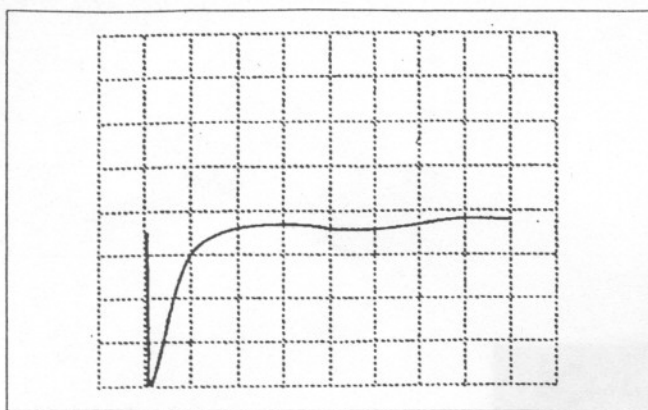

Fig. 9.1
- Réalisation de l'expérience avec l'oscilloscope (fig. 7): Positionner le sélecteur du mode de fonctionnement (3.1) sur (SA): La tension d'accélération U_2 est automatiquement amenée sur max. 30 V et 80 V tout en évoluant en dents de scie. Cette évolution représentée à la fig. 9.1 peut être observée sur l'écran.
- Experimentos con el osciloscopio (Fig. 7): Colocar al conmutador del modo de operación (3.1) en (SA): La tensión aceleradora U_2 es llevada automáticamente, con una señal diente de sierra, hasta un máximo de 30 V u 80 V respectivamente. Sobre la pantalla se podrá observar la forma de la curva de acuerdo a la Fig. 9.1.